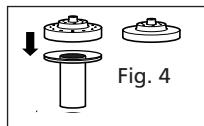

Fig. 4
2. Расположите насос с тройником и, при необходимости, выдвижной трубкой, в желаемом месте водобёма. 2-х и 3-х ярусные фонтанные насадки просто насаживаются на трубку (см. Рис. 4).